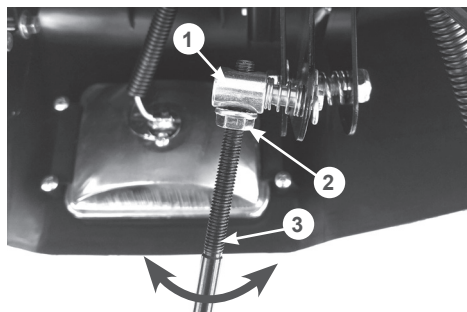

Рис. 17 Регулировка длины тяги рычага переключения передач
- если данное условие не выполняется, отсоедините нижний конец тяги переключения передач, ослабьте затяжку контргайки 2 на верхнем конце тяги 3 и произведите корректировку положения фрикционного колеса, выкручивая/закручивая тягу во втулку 1 крепления тяги (Рис. 17);